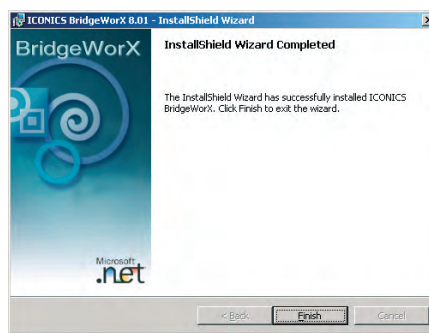

Рис. 25. Установка BridgeWorX завершена
14. Нажмите кнопку **Finish** (Завершить) в окне, показанном на рис. 25, и перезагрузите компьютер.